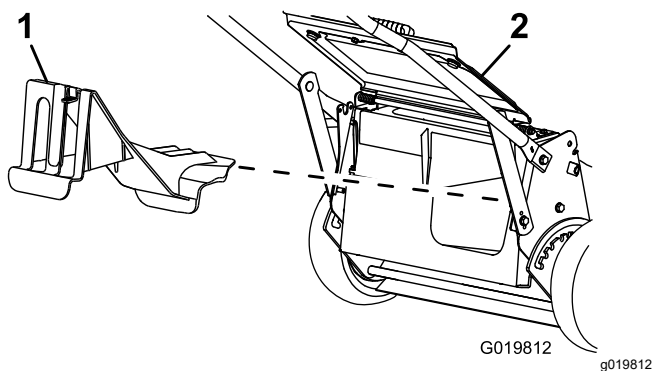

Figura 21
- Si el tapón de descarga trasero no está instalado, sujételo por el asa, eleve el deflector trasero e introdúzcalo en el conducto de descarga trasera hasta que el enganche encaje en su sitio; consulte Figura 21.
2. Retire el tapón de descarga trasero presionando hacia abajo sobre el enganche con el dedo pulgar y extrayendo del tapón de la máquina (Figura 21).